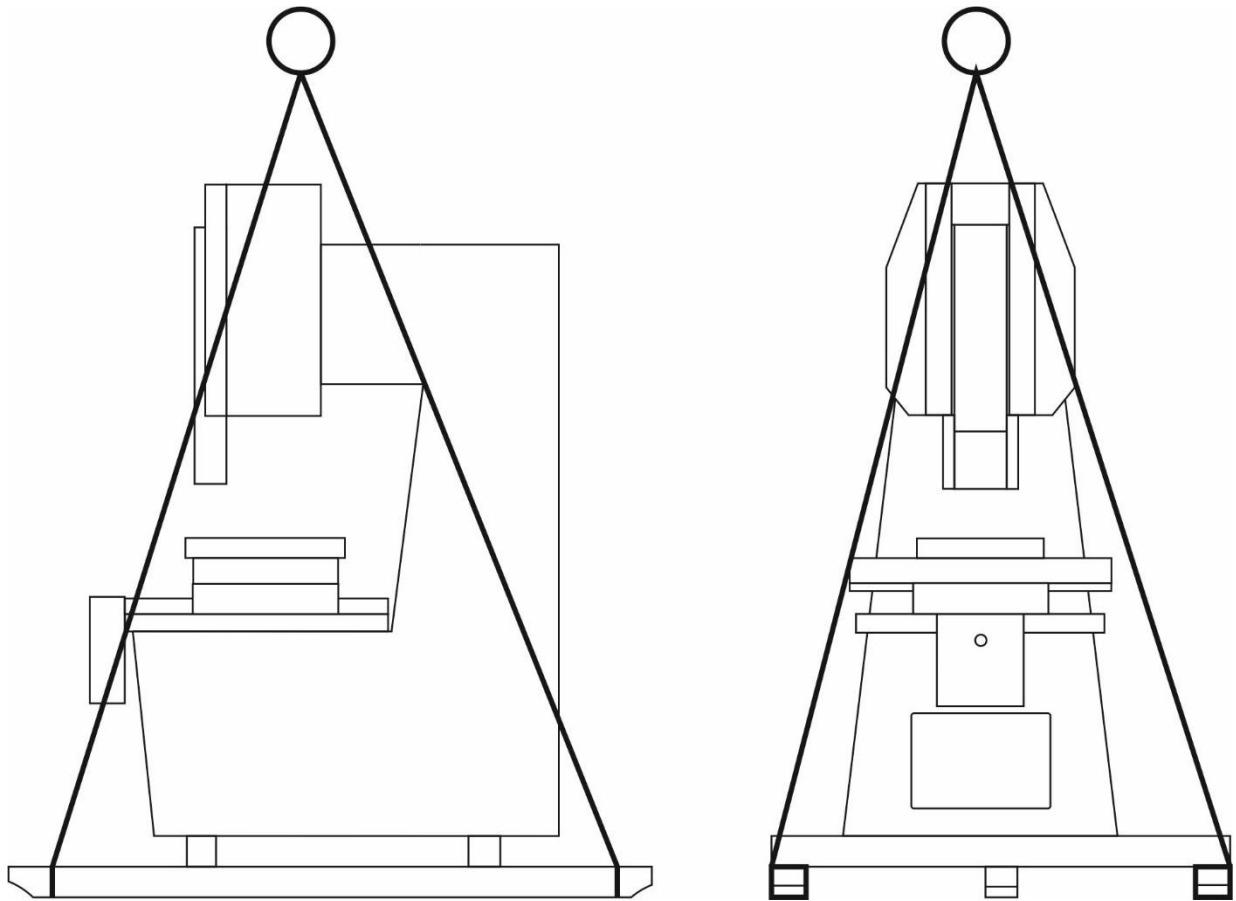

Abb. 6
1. Mit Kran, indem die Seile, wie auf der Abb.6 angegeben, geführt werden.